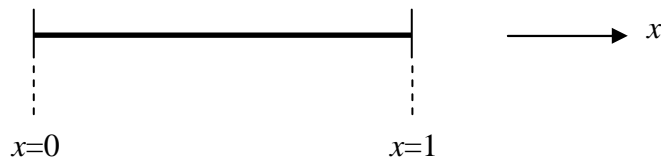

Figure 1
On considère un problème de conduction de chaleur **monodimensionnelle** (1 D) dans une barre de 1 m de long (fig. 1). On fera les hypothèses qu'il n'y a pas de couplage avec la mécanique, pas de convection, pas de radiation et pas d'effets transitoires. Le matériau est supposé homogène et isotrope. La température est notée  $T$ , la conductivité  $k$  est égale à 10 W/(m °C) et la source interne de chaleur  $r$  est égale à 100 W/m3. On considèrera les conditions aux limites en température :  $T(x=0)=0^\circ\text{C}$  ;  $T(x=1)=5^\circ\text{C}$ .
- 2) L'objectif de cette question est de calculer **numériquement** la température  $T(x)$  dans la barre de la figure 1. On utilisera pour cela la méthode des éléments finis. On notera  $\Omega$  l'intervalle  $[0,1]$ .